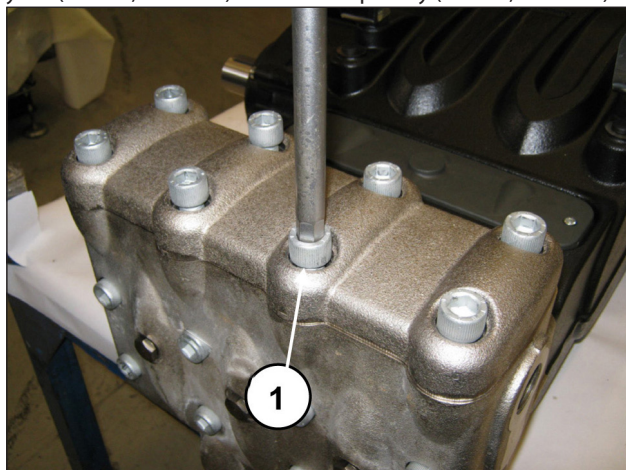
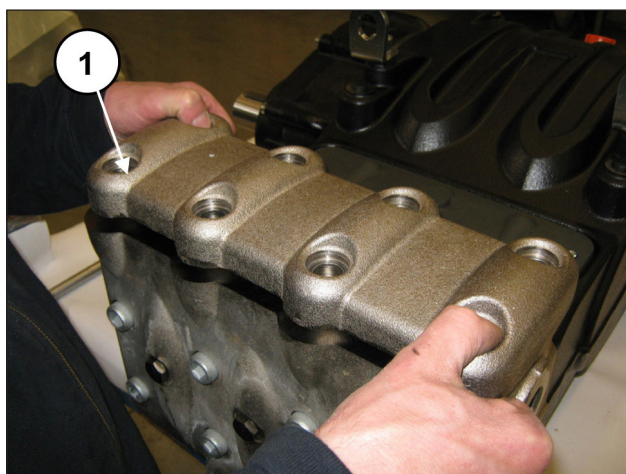

Рис. 100
Рис. 101
Открутите 8 винтов М16х55 крепления крышки клапанного узла (поз. ①, Рис. 100) и снимите крышку (поз. ①, Рис. 101).